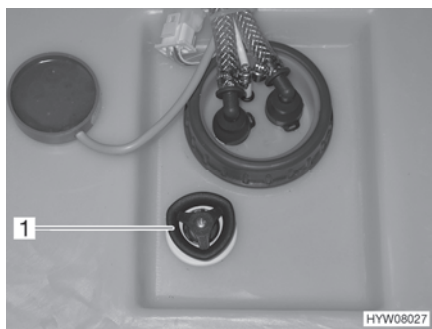

Bild 140 Vattentank med ratt
- Vrid ratten (Bild 140,1) på vattentanken moturs mot motståndet till stoppläget för att öppna utloppsöppningen helt.